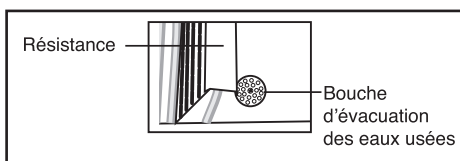

Fig. 8
5. Essuyer les résistances à l'aide d'un torchon imbibé d'eau chaude (Fig. 8).